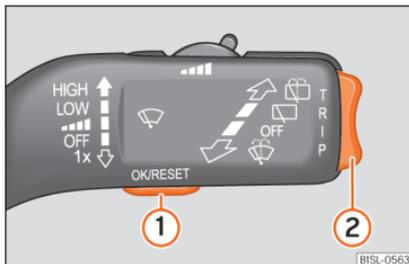

Abb. 62 Hebel für Scheibenwischer: Tasten zum Bedienen der Menüs im Kombi-Instrument.
- Bei eingeschalteter Zündung und angezeigtem Speicher **1** oder **2** kurz die Taste **OK/RESET** **»» Abb. 62 ①** drücken, um zwischen den Speichern zu wechseln.
Solange eine Warnung der Priorität 1 vorliegt, » Seite 70, kann auf kein Menü zugegriffen werden. Einige Warnmeldungen können beständig und ausgeblendet werden über die Taste » **Abb. 62** 1.